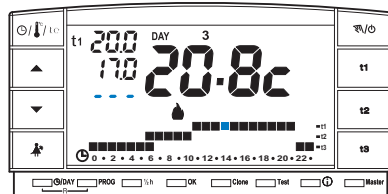

fig. 43
- Configurando la función en OFF (desactivada) en la línea de la temperatura t3 aparecerán tres guiones (- - -) (fig. 43).